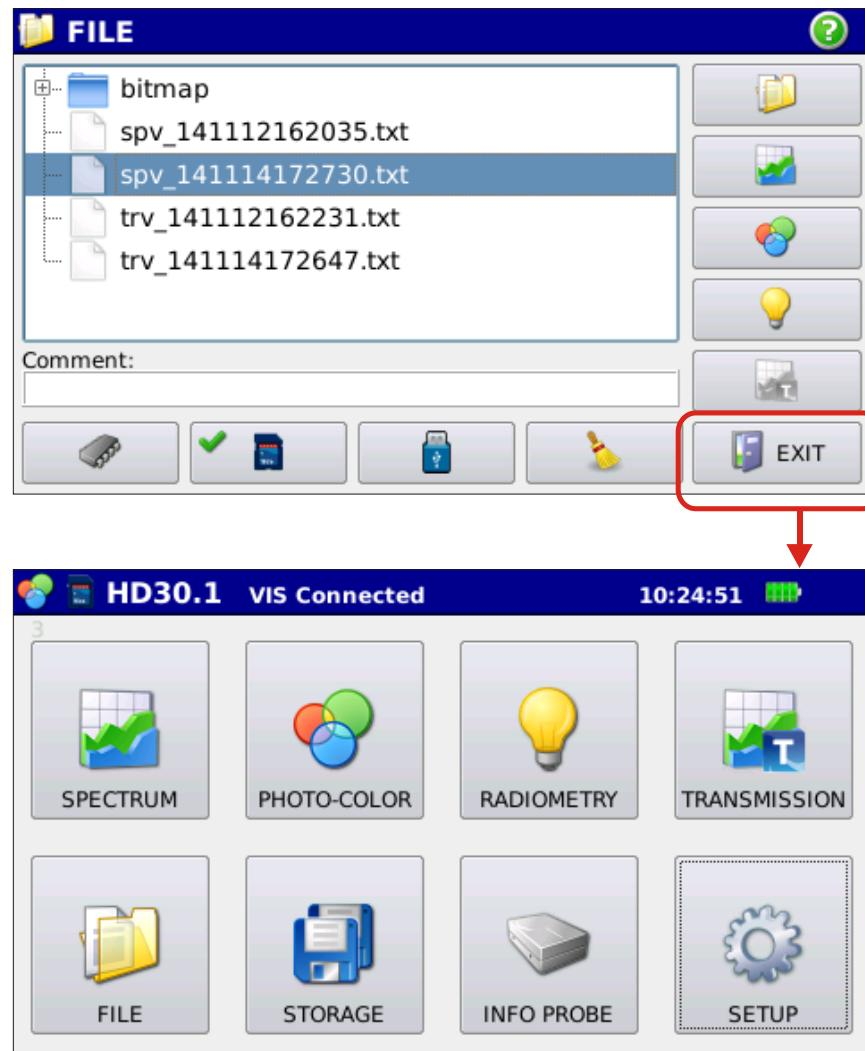

Figura 4.18: Ritorno al menu principale dal menu di gestione delle misure memorizzate
4.7 Premendo il tasto **EXIT** nella finestra gestione file si torna alla schermata di avvio (figura 4.18)